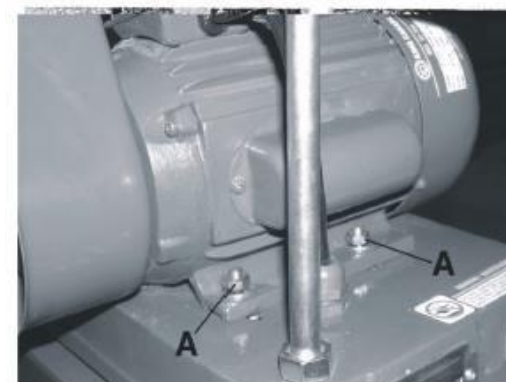

Рис. 21
4. Ослабить четыре гайки (А) крепления двигателя, рис. 21, и переместить двигатель в направлении шлифовального диска для ослабления натяжения клинового ремня.
10. После регулировки натяжения затянуть четыре гайки (А) крепления двигателя, рис. 21.